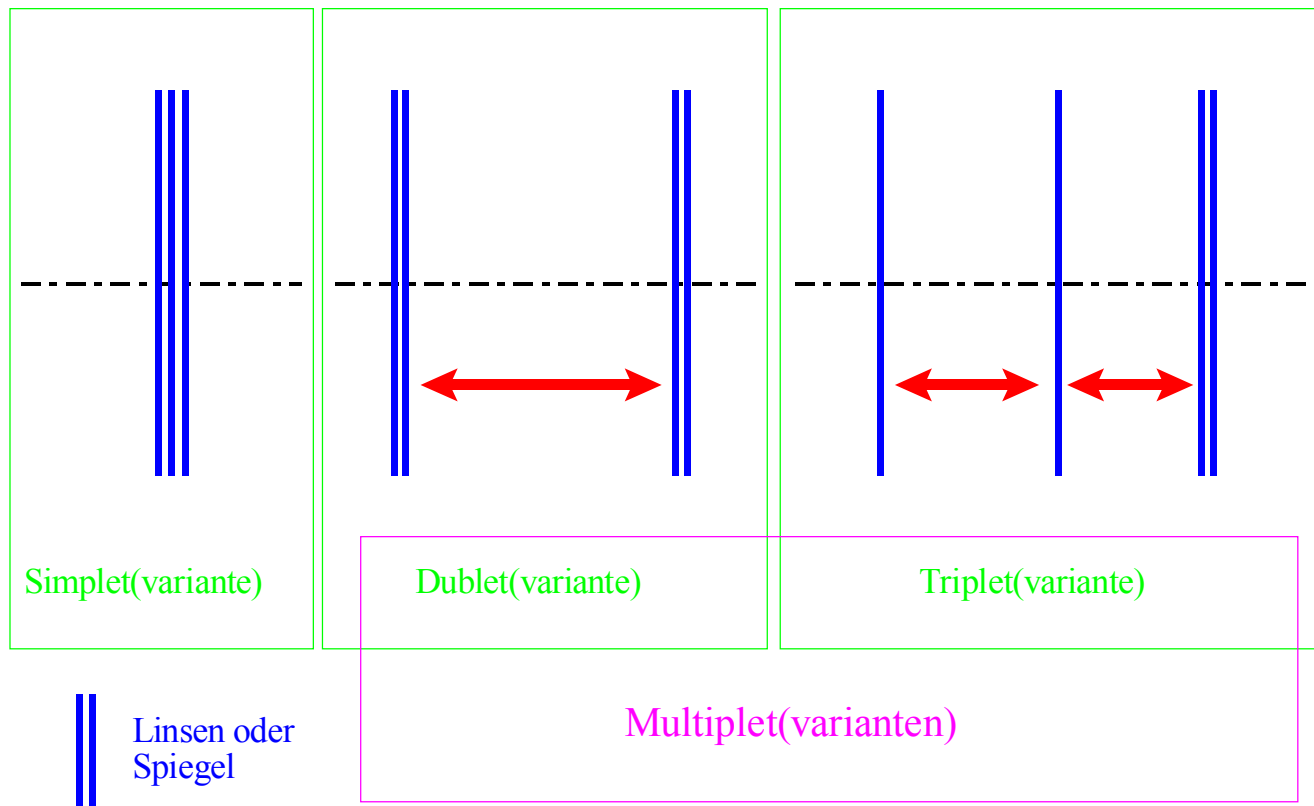

Bild 1
- ❑ Simplet, Dublet, ... Multiplet (Bild 1)